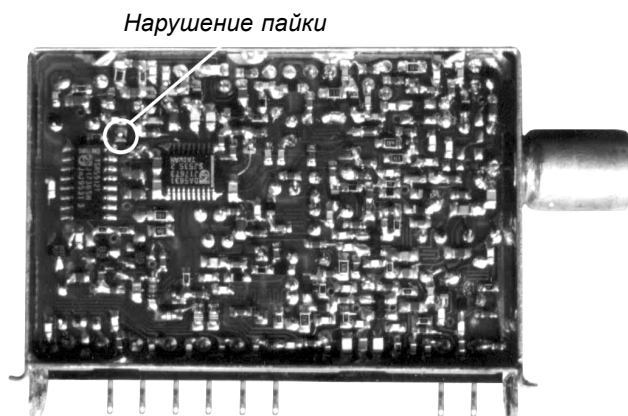

Рис. 1. Нарушение пайки в тюнере
Модель KV-M2540. Дефект выглядит следующим образом: сначала с прогревом с правой стороны экрана появляются хаотические белые полосы, затем они исчезают. Но может быть и так, что полосы появляются, когда телевизор холодный, а затем пропадают. Через некоторое время телевизор перестанет включаться, а светодиод на передней панели моргает 13 раз. Согласно сервисной инструкции, неисправен тюнер. Окажется, в нем нарушаются пайки дросселей (рис. 1).
В настоящее время подавляющее большинство видеомагнитофонов фирмы Panasonic серий SD, HD, HS и видеоплееров серий HR, SR строится на основе К-механизма, доказавшего свою надежность и долговечность в эксплуатации при относительной простоте. Внешний вид механизма с верхней стороны дан на рис. 1, с нижней — на рис. 2. В скобках указаны номера деталей, необходимые при их заказе или покупке.
1. Устанавливается шестерня связи с механизмом загрузки кассеты и фиксируется разрезной шайбой (рис. 1).
2. Устанавливается рычаг регулятора усилия подтормаживания приемного подкассетного узла (рис. 1).
3. Устанавливается рычаг поста Р5 и шестерня привода прижимного ролика (рис. 1).
4. Устанавливается база фиксатора поста Р5 и фиксируется разрезной шайбой и винтом (рис. 1).